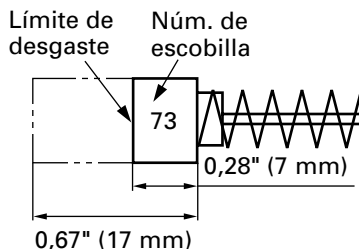

Fig. 10
3. Inspeccionar los carbones de contacto (Fig. 10)
NOTA: Utilice las escobillas HITACHI N3m. 73 indicadas en la Fig. 10.